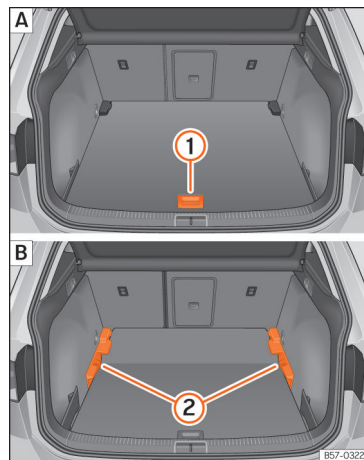

Рис. 173 Трансформовна підлога багажного відсіку: **А** верхнє положення; **В** нижнє положення.
- Підніміть панель підлоги за рукоятку **>>> рис. 173 ①** і потягніть на себе, доки її передній край не вийде за межі опор **②**.
- Посуньте панель підлоги поверх опор уперед так, щоб вона торкнулася заднього сидіння, і потім опустіть, тримаючи за рукоятку **①**.
- Покладіть передню частину панелі на опори і посуньте її вперед так, щоб вона торкнулася спинки заднього сидіння, а потім опустіть, тримаючи за рукоятку **①**.
- Тримаючи за рукоятку **>>> рис. 173 ①**, підніміть панель підлоги, потягніть на себе, а потім посуньте вперед, доки вона не впреться в спинку заднього сидіння.
- Опустити: тримаючи за рукоятку **>>> рис. 173 ①**, підніміть панель підлоги й трохи потягніть назад.
- Тримаючи за рукоятку **①**, посуньте панель до заднього сидіння так, щоб рухома секція панелі була врівень зі складеними спинками.